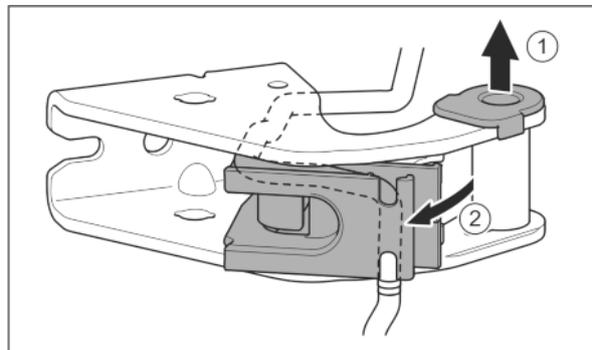

Fig. 24
- ▶ Lagerbuchse aus Führung ziehen. *Fig. 24 (1)*
- ▶ Kabelhalterung ausschwenken. *Fig. 24 (2)*